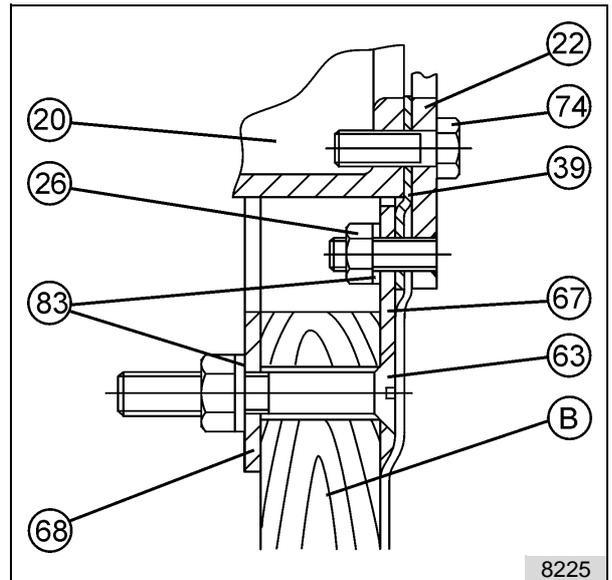

Fig. 18: Detalle de la Fig. 17
- N Detalle en la Fig. 18
Montar el anillo de retención (67) con la arandela (68) en la pared de la piscina. Colocar la lámina. Fijar la lámina y la empaquetadura plana (39) conjuntamente con el anillo de apriete (22) y luego cortar la lámina correspondientemente. Montar el conjunto de montaje (92) en el anillo de apriete (22) con los tornillos (74). Vea también detalle "N" en Fig.18.